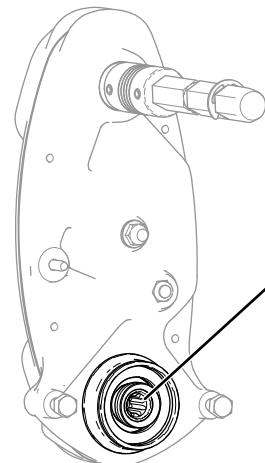

Figura 14
3. Compruebe el interior del árbol de transmisión del molinete (Figura 14) para ver si queda algo de grasa.